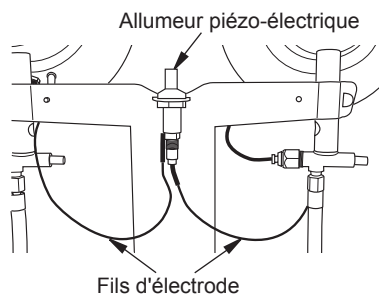

Figure 4 - Raccordement des fils de l'électrode à l'allumeur piézo-électrique
5. Raccordez les fils de l'électrode à l'allumeur piézo-électrique comme illustré à la figure 4.